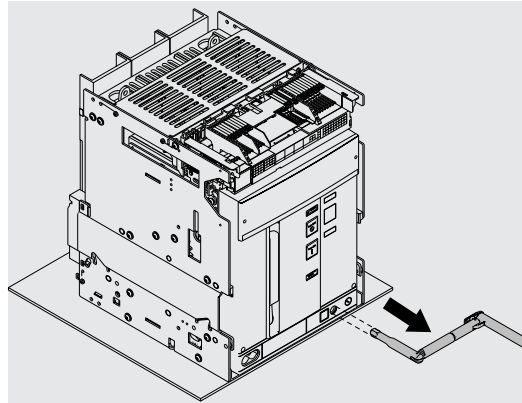

Figura 97
12. Extraer la manivela. Véase Figura 97.